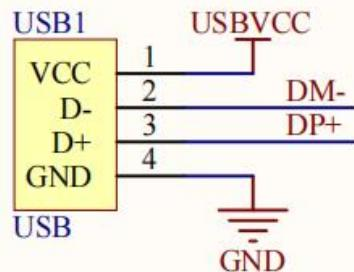

图 2-16 USB-A口连接图
⑦、USB-HUB接口
开发板装有USB-A口，用于可接U盘、鼠标等作用，在⑤中介绍过利用FE8.1分线器芯片分成三路，其中一路就是连接USB-HUB口，USB A口原理图如图2-16所示，DM-\DP+连接FE8.1。